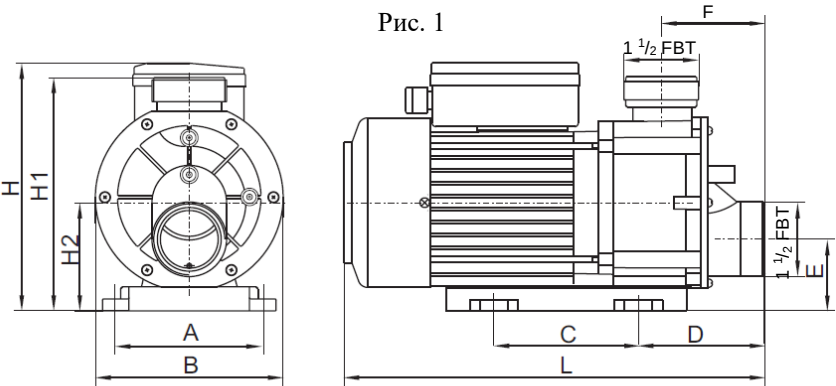

Рис. 2
- Насосы должны быть установлены на ровном основании, подходящем по размерам и месту расположения, для размещения насоса (рис. 2).